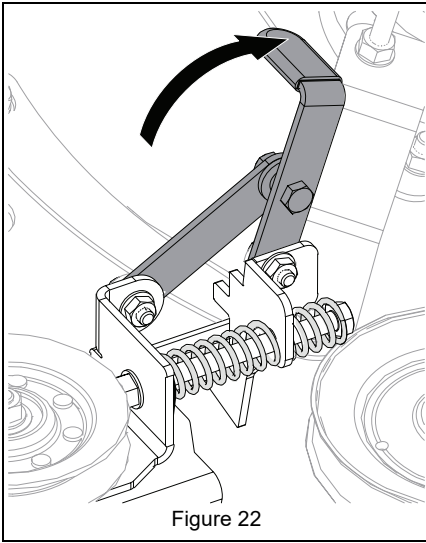

Figure 22
2. Placer le tendeur de la souffeuse en position d'attente. Voir Figure 22.